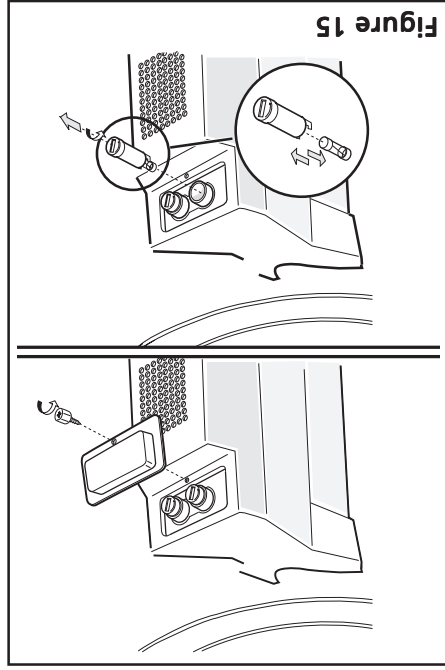

Figure 15
- Remove cover and check fuses. Figure 15.
• Retirer le plafonnier et contrôler les fusibles (Figure 15).